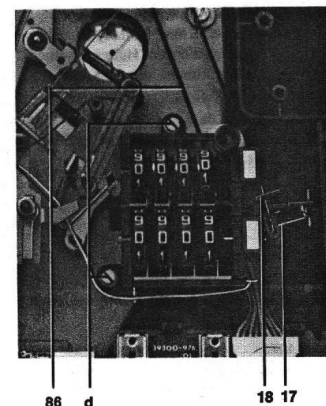

Abb. 6 Netzschalter und Vorwahlzähler
9. Netzschalter 17 [Abb. 6]
10. Vorwahlzähler 85 [Abb. 6]